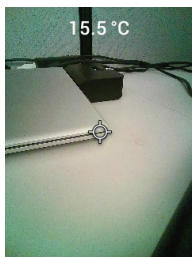

Рисунок 5.5 Изображение с цифровой камеры видимого спектра
4. Выполните просмотр изображения на дисплее, см. **рис. 5-5**. Нажмите на спуск (захват изображения), чтобы сохранить изображение. Дополнительные сведения см. в разделе 5.6 *Захват изображений и работа с ними* (далее).